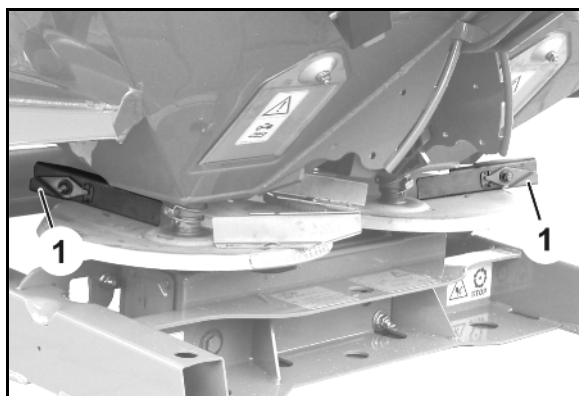

Fig. 28
- venstre spredeskive (Fig. 28/1) med markering **L**.
- højre spredeskive (Fig. 28/2) med markering **R**.
- Lang (Fig. 28/3) - Indstillingsskala med værdier fra **30** til **50**.
- Kort (Fig. 28/4) – Indstillingsskala med værdier fra **0** til **20**.